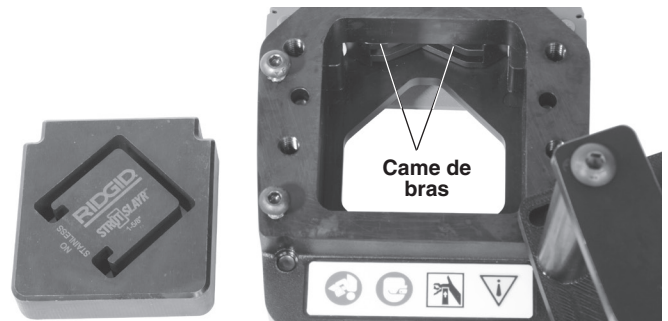

Figure 4 – Lubrification de la cisaille de chemins de câble
3. Appliquez une fine couche de graisse universelle sur toutes les surfaces de la lame mobile. Appliquez une couche de graisse plus importante sur les cames des bras. (Figure 4).